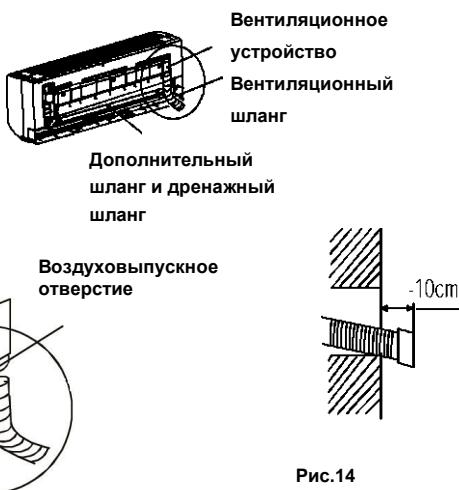

Рис. 14
1. Подсоедините выпускной конец вентиляционного шланга к воздуховыпускному отверстию кондиционера для вентиляции и прочно зафиксируйте. Не допускайте люфта вентиляционного шланга (см. рис. 14).